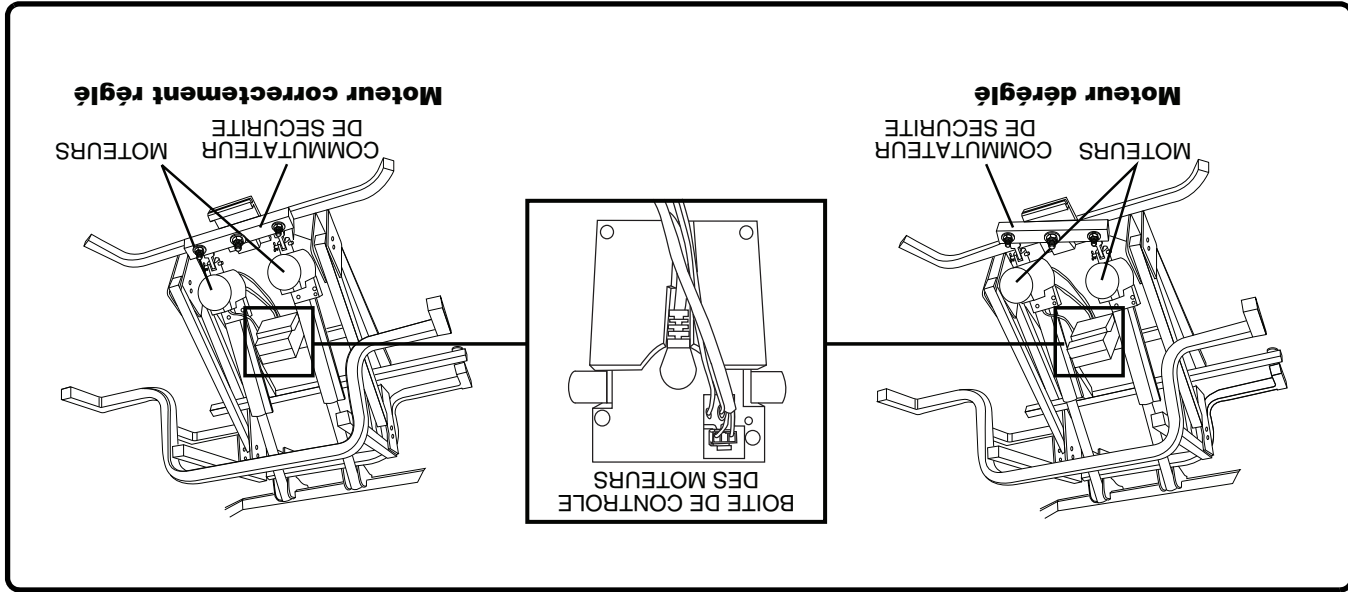

Figure 6.1 Synchronisation des Moteurs
1. Pesez sur le bouton de la manette dans un sens ou dans l'autre. Si le fauteuil refuse de fonctionner, vérifiez l'état du commutateur de sécurité à pression pour voir si il a été activé. Un moteur déréglé montrera un extension plus longue que la normale et un commutateur de sécurité enfoncé (**Fig. 6.1**).
2. Si un des moteurs est déréglé, débranchez l'un des deux connecteurs rouges de la boîte de contrôle des moteurs (**Fig. 6.1**).
3. Pesez sur le bouton "UP" jusqu'à ce que le fauteuil soit élevé au maximum. Ceci rétablira le réglage du moteur (**Fig. 6.1**).
4. Rebranchez le connecteur rouge sur la boîte de contrôle des moteurs (**Fig. 6.1**).